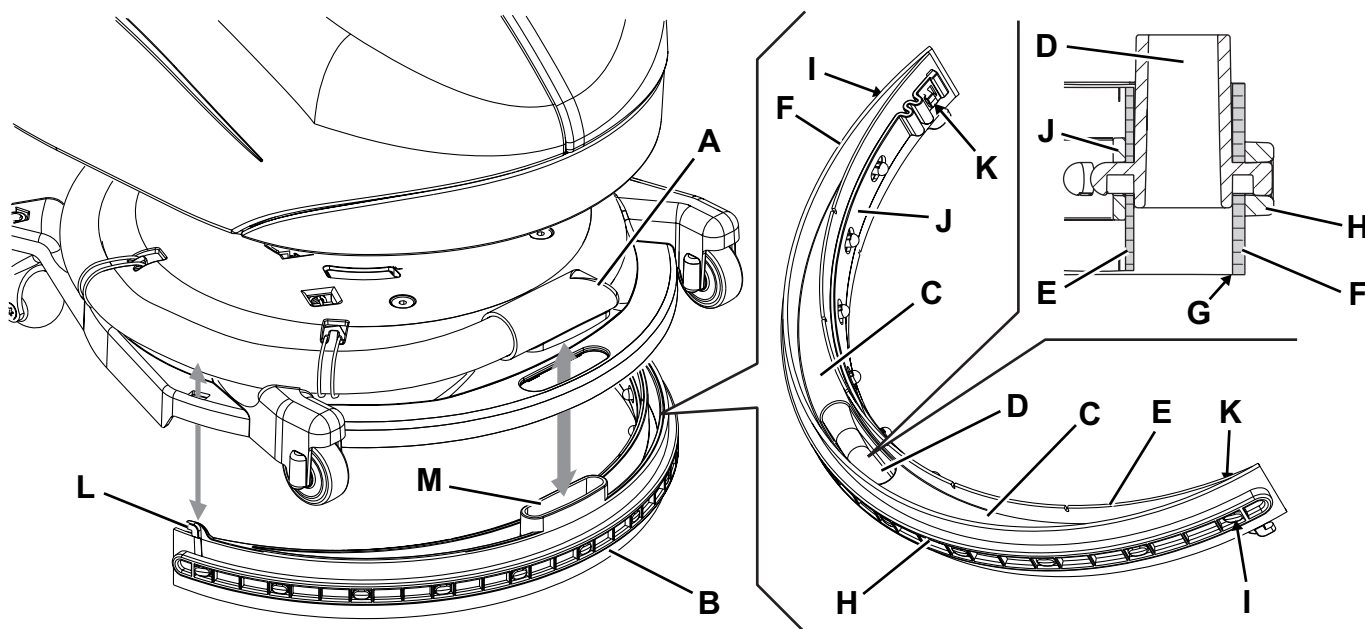

Figure 6
2. Contrôler que la manette (31) du sélecteur de fonctions soit en position «0» et débrancher le connecteur de la batterie (7).
3. Tourner la tête porte-brosse / plateau support disque (12) dans le sens contraire aux aiguilles d'une montre jusqu'à fin de course.
4. Déconnecter le tuyau d'aspiration (A, Fig. 6) de l'embouchure.
5. Dégager l'embouchure (B) de la tête.
6. Laver et nettoyer l'embouchure. Nettoyer en particulier les compartiments de convoyage (C) et l'orifice d'aspiration (D) de la saleté et des déchets.
7. Contrôler que la lamelle en caoutchouc avant (E) et la lamelle en caoutchouc arrière (F) sont intactes et qu'elles ne présentent pas de coupures ou déchirures ; dans le cas contraire, les remplacer (voir la procédure au paragraphe suivant).
2. Contrôler si la lamelle en caoutchouc avant (E, Fig. 6) et la lamelle en caoutchouc arrière (F) sont intactes et qu'elles ne présentent pas de coupures ou déchirures ; en cas contraire, les remplacer selon les instructions suivantes. Contrôler que l'arête (G) de la lamelle en caoutchouc arrière n'est pas usée ; en cas contraire, tourner la lamelle en caoutchouc, en remplaçant l'arête usée avec l'une des trois arêtes intactes. Si toutes les arêtes sont usées, remplacer la lamelle en caoutchouc en procédant comme suit :
- Dégager la barre élastique de fixation (H) des dispositifs de retenue (I).
- Remplacer (ou renverser) la lamelle en caoutchouc arrière (F), puis remonter la barre élastique de fixation.
- Dégager la barre de fixation (J) des dispositifs de retenue (K).
- Remplacer (ou renverser) la lamelle en caoutchouc avant (E), puis remonter la barre de fixation.
3. Installer l'embouchure (B) en insérant avec soin les crochets (L) et l'orifice d'aspiration (M) dans les logements de la tête porte-brosses.
4. Connecter le tuyau d'aspiration (A) à l'embouchure.